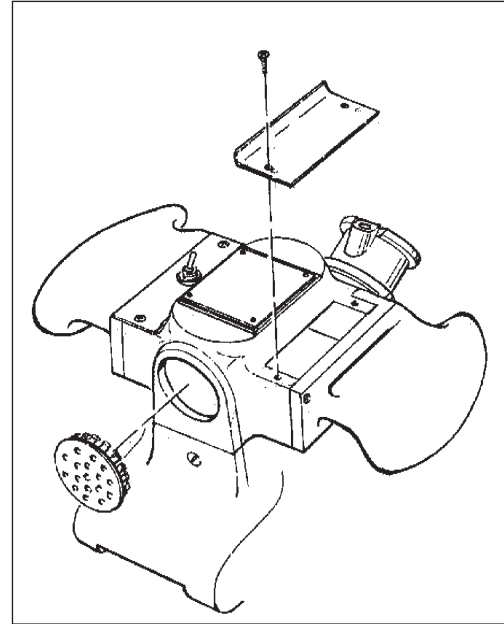
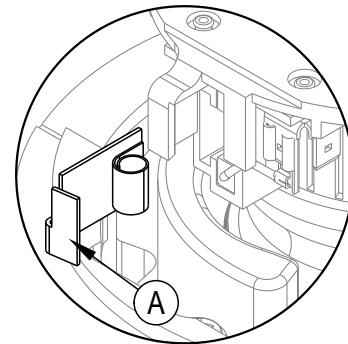

Figura 7
Figura 8
Inspeccione las cuatro escobillas cada 6 meses ó 250 horas. El acceso a las escobillas se realiza a través de los orificios delanteros y traseros de ventilación del motor y debajo de las dos cubiertas del motor (figura 7). Presione hacia dentro la lengüeta (A) que se encuentra sobre el montaje de la abrazadera con resorte, rótlela y luego retírela (figura 8). Use pinzas de punta de aguja para desconectar el cable de desviación. Si alguna escobilla se desgasta hasta 3/8" de su longitud o más, cambie el conjunto completo.